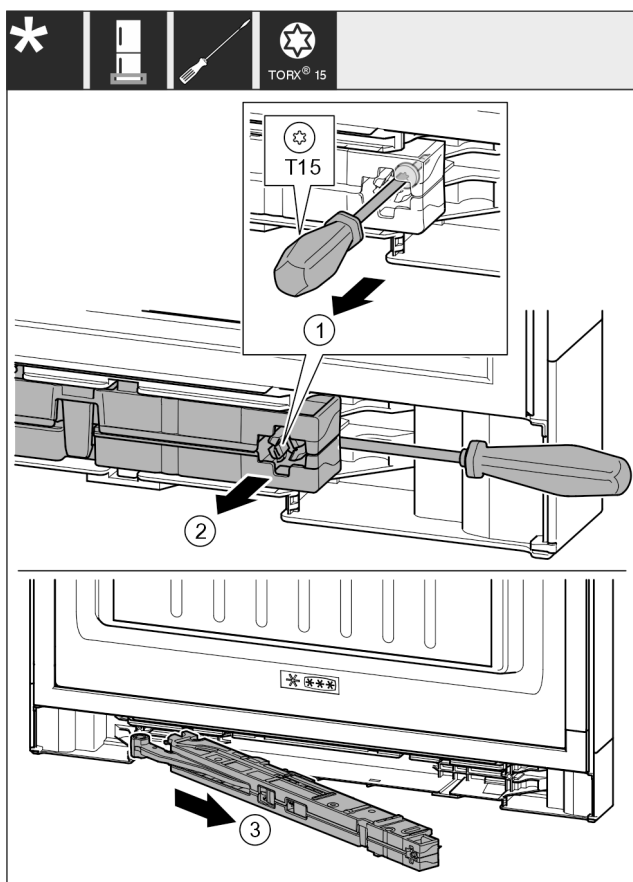

Fig. 18
- Løsn skruen Fig. 18 (1) på lukkedæmperenheden med en skruetrækker 14 mm.
- Vip lukkedæmperenheden Fig. 18 (2) fremad på grebsiden.
- Træk lukkedæmperenheden Fig. 18 (3) ud.